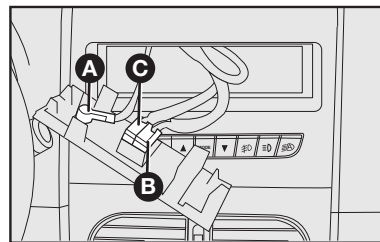

fig. 123
- cabo e plugue de alimentação elétrica para o autorrádio **C-fig. 123**.
- cabo e conector para antena de teto **A-fig. 123**.
- cabos e plugue para conexão dos alto-falantes e tweeters **B-fig. 123**.
- cabo de alimentação do autorrádio **C-fig. 123**.
- cabo para alto-falante dianteiro e traseiro **B-fig. 123**.